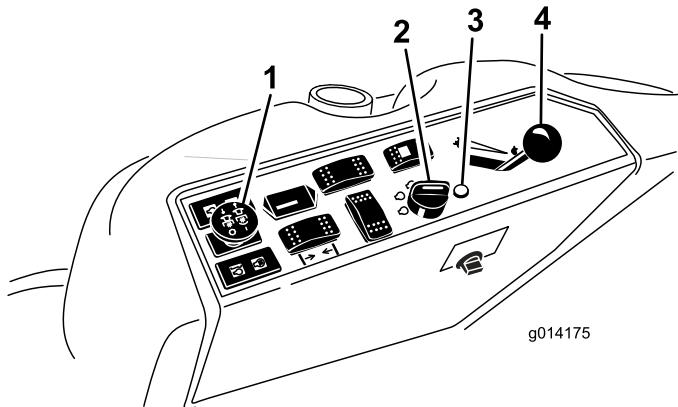

Figura 11
4. Mueva el mando de la TDF (toma de fuerza) a la posición de Desengranado (Figura 11).
5. Ponga la palanca del acelerador en un punto intermedio entre las posiciones Lento y Rápido (Figura 11).